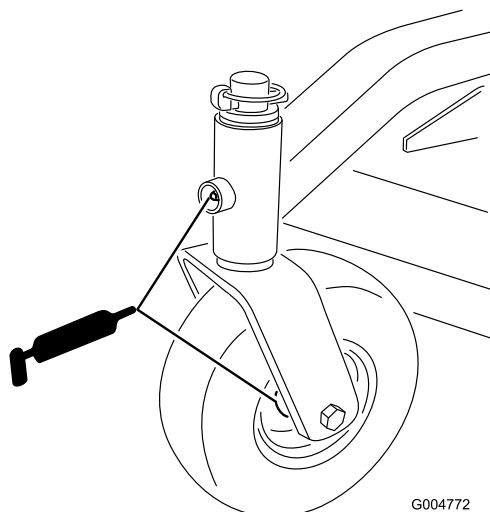

Figure 15
- bagues d'axes de roues pivotantes avant (Figure 15)
- roulements de roues pivotantes avant et arrière (Figure 15)